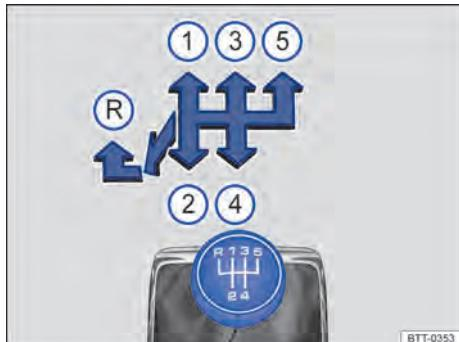
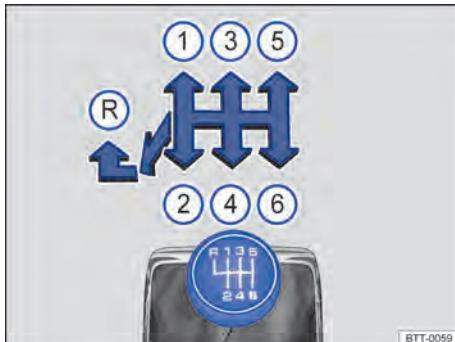

Fig. 109 Esquema de troca da transmissão manual de 5 marchas.
Fig. 110 Esquema de troca da transmissão manual de 6 marchas.
As posições de cada marcha estão representadas na alavanca da transmissão ⇒ Fig. 109 ou ⇒ Fig. 110.
- Empurrar a alavanca da transmissão totalmente para a esquerda e depois para frente até a posição de marcha à ré ⇒ Fig. 109 (R) ou ⇒ Fig. 110 (R).